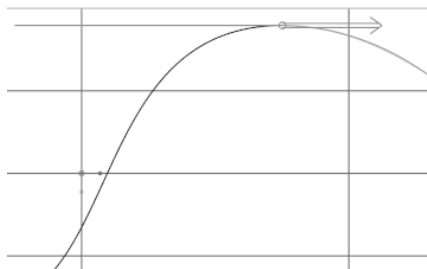

图 7-107 端点曲率约束曲线
⑩ 曲率：端点设置为曲率约束的曲线，两约束曲线以曲率方式相连，约束符号为双箭头直线，如图 7-107 所示。